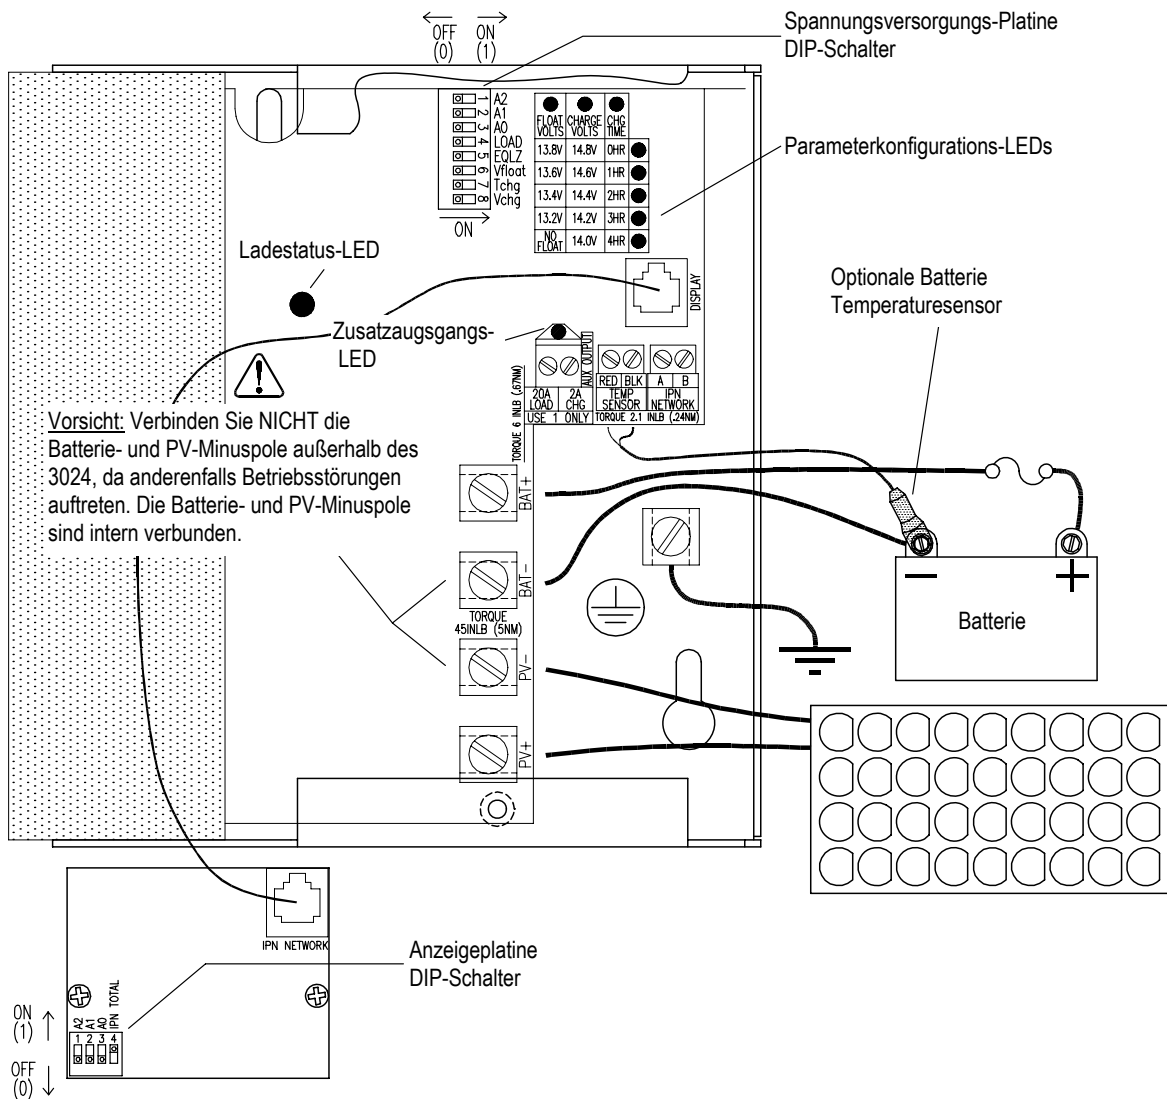

ABBILDUNG 3
➤ Die Konfigurationsparameter lassen sich in zwei Kategorien unterteilen, nämlich grundlegende und fortgeschrittene Parameter. Die grundlegenden Parameter können mittels des 3024 in begrenzten Schritten und Bereichen wie in Abbildung 3 dargestellt konfiguriert werden. Der Zugriff auf die fortgeschrittenen Parameter erfordert das IPN-ProRemote. Das IPN-ProRemote ermöglicht außerdem die Konfiguration der grundlegenden Einstellungen in kleineren Schritten und über größere Bereiche. Alle Konfigurationsparameter bleiben erhalten bei Spannungsausfall oder wenn das IPN-ProRemote lediglich zur Konfiguration benutzt und danach entfernt wird.
2. Schalten Sie **ALLE** 8 DIP-Schalter der Spannungsversorgungsplatine in Abbildung 3 auf **ON** (EIN).
Die Sollwerte für Grundladespannung, Pufferladespannung und Ladezeit können angezeigt oder mittels der Parameterkonfigurations-LEDs und DIP-Schalter in Abbildung 3 geändert werden. Bedienen Sie dabei jeweils nur einen Schalter. Setzen Sie den DIP-Schalter kurzzeitig auf ON (EIN), um die derzeitige Einstellung anzuzeigen (Nr. 8: V_{CHG}, Nr. 6: V_{FLOT}, Nr. 7: T_{CHG}). Die Spannungssollwerte für 24 V-Batterien sind doppelt so hoch.
Der Zusatzausgang kann für die folgenden drei Funktionen verwendet werden: als 2 A-Zusatzbatterie-Ladegerät, als 20 A-Lastregler mit Lasttrennung bei Unterspannung (LVD) oder als variabler 20 A-Nachtbeleuchtungs-Regler. Die Lade-/Lastfunktion wird mittels DIP-Schalter Nr. 4 in Abbildung 3 gewählt. Das IPN-ProRemote ist erforderlich, um die LVD-Schwellwerte einzustellen oder die Nachtbeleuchtungs-Regelung zu aktivieren. Die Zusatzausgänge in einem System mit mehreren Reglern funktionieren normal, aber lediglich der Zusatzausgang im Master kann mit Hilfe des IPN-ProRemote konfiguriert oder überwacht werden. Die LED des Zusatzausgangs "Load" (Last) leuchtet, wenn der Zusatzausgang im Betriebszustand ON (EIN) ist.